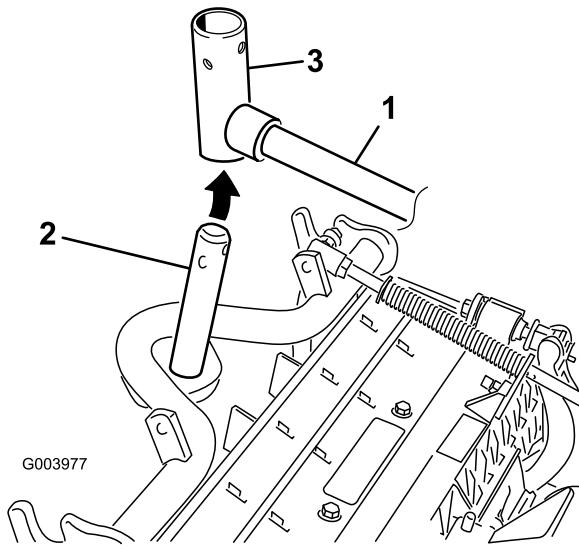

Figura 11
8. En el caso de las unidades de corte delanteras, deslice una unidad de corte debajo del brazo de elevación mientras coloca el eje del bastidor de tiro en la horquilla de pivotе del brazo de elevación (Figura 11).
B. Introduzca la horquilla del brazo de elevación en el eje del bastidor de tiro (Figura 11).